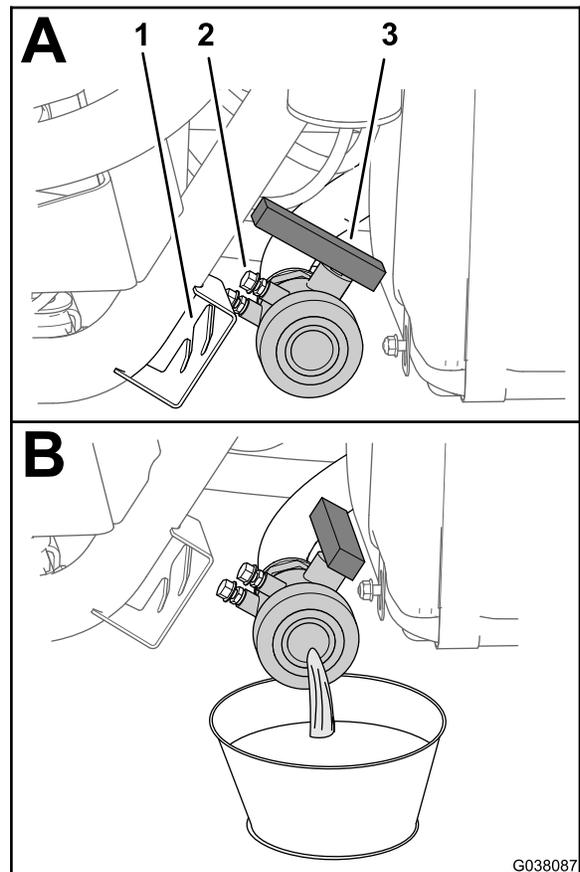

Figure 2
3. Vidangez l'eau de la cuve du pulvérisateur (Figure 2) ; voir la section Nettoyage du pulvérisateur dans le *Manuel de l'utilisateur* de la machine.